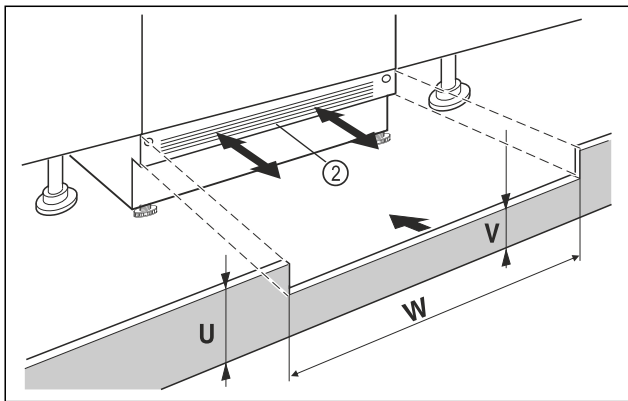

Fig. 96 Ilustrační zobrazení
- ▶ Nasadte krycí lištu spotřebiče Fig. 96 (2) ale ještě nepřipevňujte.
- ▶ U viditelné krycí lišty Fig. 96 (2) tuto lištu vytáhněte dopředu natolik, až jsou přední hrana větrací mřížky a nábytkové krycí lišty zarovnané.
- ▶ Při zakryté krycí liště Fig. 96 (2) tuto lištu zasuněte úplně dozadu.
- ▶ Dbejte a zcela volné větrací štěrby: V případě potřeby přizpůsobte krycí lištu nábytku Fig. 96 (U) na potřebnou výšku!
- ▶ Podél šířky výklenku Fig. 96 (W) přizpůsobte výšku můstku Fig. 96 (V) pod krycí lištu spotřebiče Fig. 96 (2).